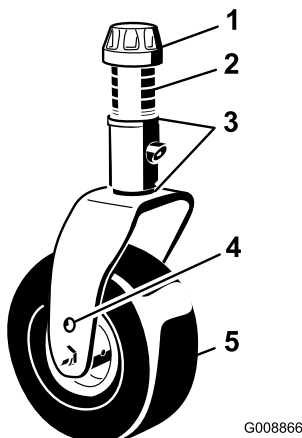

Bild 24
3. Nehmen Sie die Spannkappe von der Laufradwelle ab (Bild 24). und schieben Sie die Welle aus dem Laufradarm. Legen Sie zwei Beilagscheiben (3 mm) so auf die Laufradwelle, wie sie ursprünglich montiert waren. Schieben Sie die entsprechende Anzahl der 13 mm Distanzstücke auf die Welle, um die gewünschte Schnitthöhe zu erhalten.
4. Schieben Sie die Laufradwelle durch den vorderen Laufradarm. Legen Sie die Beilagscheiben (wie ursprünglich montiert) und die restlichen Distanzstücke auf die Welle. Bringen Sie die Spannkappe an, um das Teil zu befestigen (Bild 24).